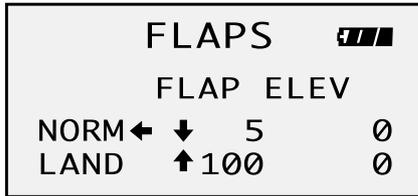

Abb. 14
1. Rufen Sie nacheinander die Option  "Adjust list menu" (Menü Einstellungsliste) »  "Flaps aufrufen, zu flap – norm scrollen" » auf "5" einstellen. Bitte beachten Sie die Pfeilrichtung. Siehe [\[Abb. 14\]](#).
2. Scrollen Sie zu "Flap-land" » und stellen Sie auf "100" ein. Bitte beachten Sie die Pfeilrichtung. Siehe [\[Abb. 14\]](#).